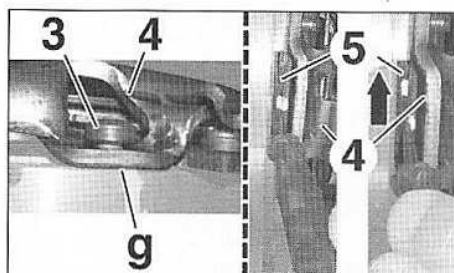

FIG.10
- Comprimer progressivement le mécanisme d'embrayage (4) (par 1/8 de tour) jusqu'au contact sur le volant moteur primaire en (g) (Fig.10).
- Appliquer un léger effort sur le disque d'embrayage (5) pour contrôler la rotation, à l'aide d'un tournevis plat et fin.
- Serrer les 3 vis (3).